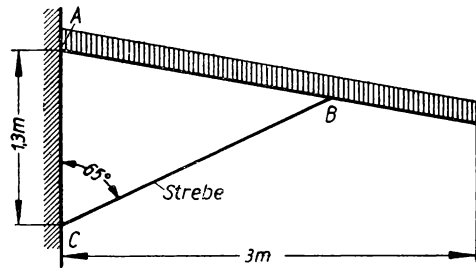

Bild 125
**260.** Ein Pultdach von 200 kg Gesamtgewicht je  $\text{m}^2$  Grundriß-Projektionsfläche wird durch Schrägstreben nach Bild 125 gestützt. Diese sind in Abständen von 1,8 m angeordnet. Gesucht wird a) die gesamte Dachlast für 1,8 m Länge; b) der Hebelarm der Strebe für Drehpunkt A; c) die Kraft, welche eine Strebe in ihrer Achsenrichtung aufzunehmen hat.